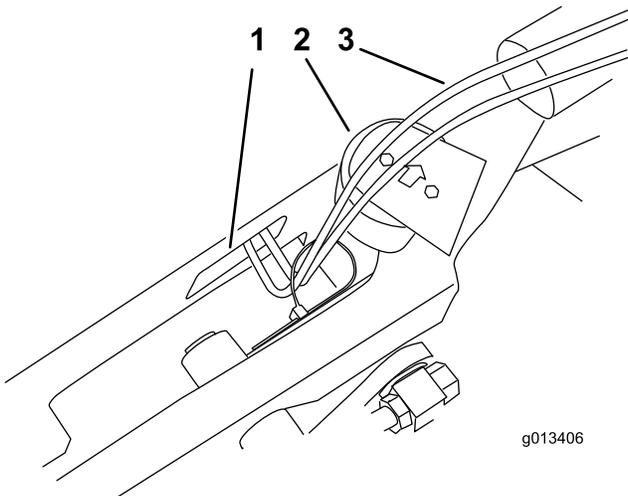
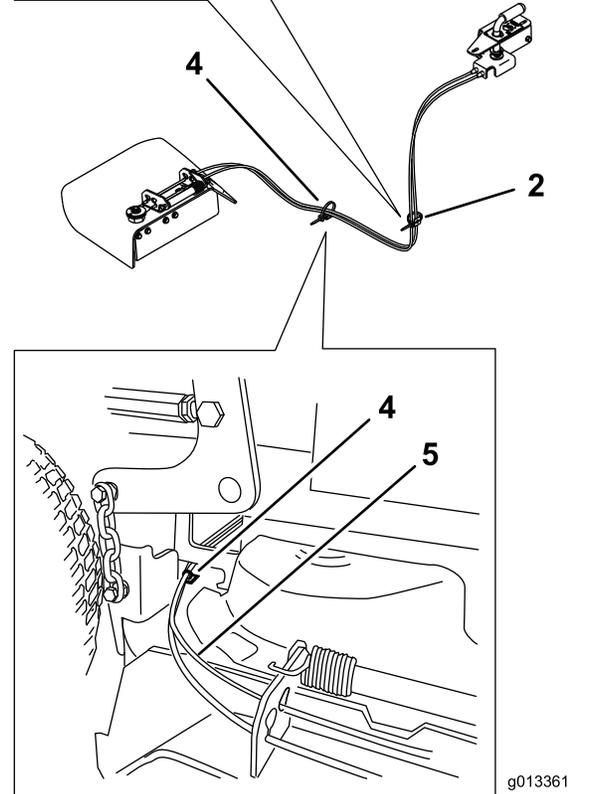

Figure 7
Figure 8
2. Faites passer les câbles dans l'ouverture rectangulaire sur le côté gauche de la base du moteur et entre la base du moteur et le tablier sur le côté droit de la machine (Figure 7 et Figure 8).
3. Collez le support en plastique adhésif sur la partie du tube du châssis juste devant le filtre à huile hydraulique (voir Figure 8). Faites passer le serre-câble dans le support en plastique et attachez les câbles avec le serre-câble.
4. Collez le support en plastique adhésif sur le haut du tablier de coupe du côté droit de sorte que les câbles ne touchent pas l'embrayage ou l'entraînement de courroie (voir Figure 8). Faites passer le serre-câble dans le support en plastique et attachez les câbles avec le serre-câble.